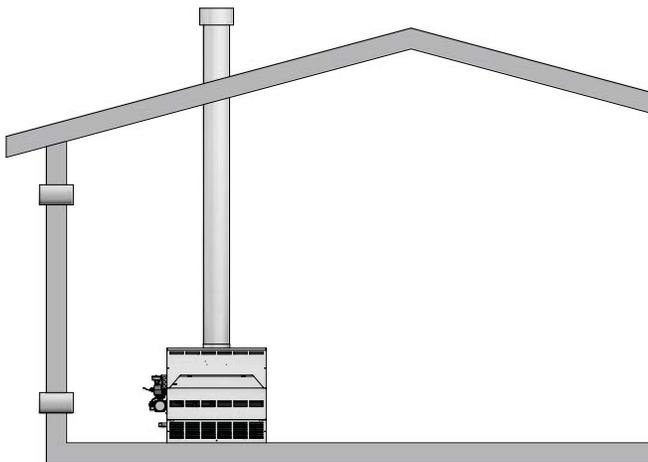

Figure 1-3 Air de combustion directement de l'extérieur
1. Si l'air provient directement de l'extérieur du bâtiment, sans conduit, assurez-vous d'avoir deux ouvertures permanentes pour la salle des appareils (voir la figure 1-3) :